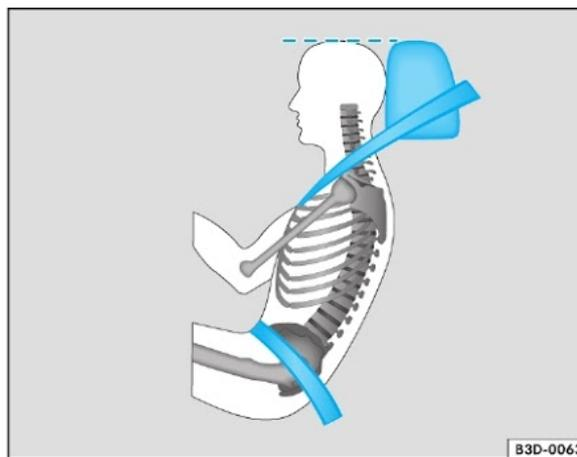

Fig. 10 Posições corretas do cinto de segurança e do apoio para cabeça, vistas de lado
- A parte subabdominal do cinto de segurança deve ser colocada sobre a região pélvica e nunca sobre o abdômen. O cinto de segurança deve ficar bem ajustado à região pélvica do passageiro ⇒ fig. 10. Se necessário, reajuste o cadarço do cinto de segurança.